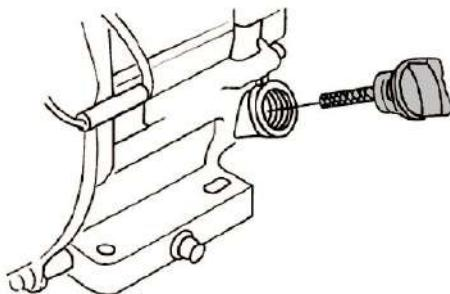

Рис. 11 Крышка-щуп маслозаливной горловины
- Выкрутите крышку-щуп маслозаливной горловины и извлеките щуп (Рис. 11).